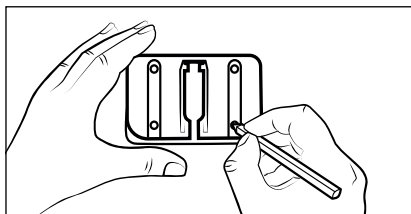

Fig. 5
- 3) Utilisez le support mural **18** pour marquer les quatre trous à percer sur le mur (voir fig. 5).